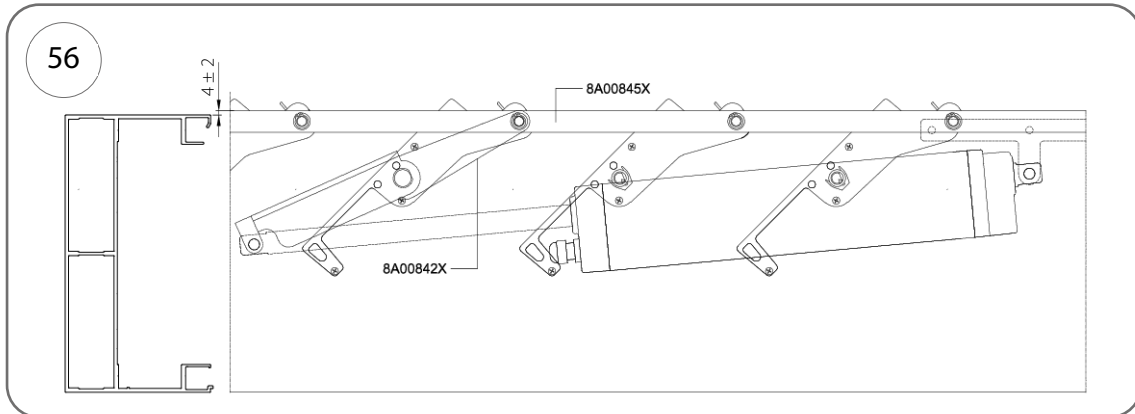

Fig. 56
2. Impostare la posizione di fine corsa in apertura come da Fig. 56.